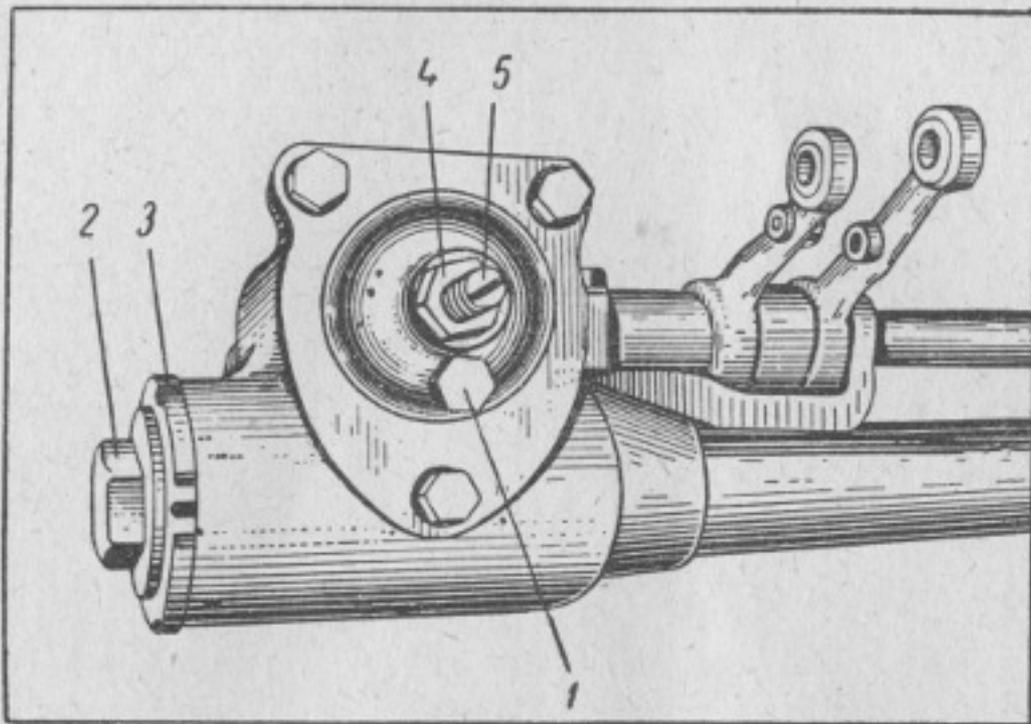

Abb. 28. Gehäuse und Regeleinrichtungen der Lenkung
8. Im Lenkgehäuse braucht das Schmieröl nicht erneuert zu werden. Der Ölstand im Gehäuse muß nur von Zeit zu Zeit kontrolliert werden. Zu diesem Zweck schraubt man die Verschlußschraube 1 (Abb. 28) der Einfüllöffnung im Deckel des Gehäuses heraus und sieht das Gewinde der Schnecke nach, indem man das Lenkrad dreht. Falls das Öl die höchste Windung der Schnecke zudeckt, braucht nicht nachgefüllt zu werden. Widrigenfalls muß entsprechend der Anweisung nachgefüllt werden.